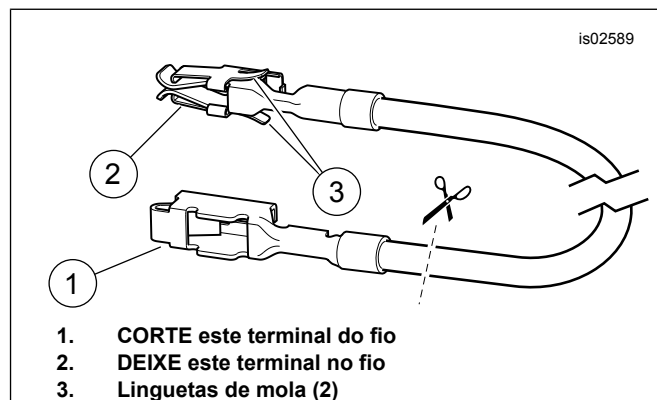

Figura 8. Fio adaptador do bloco de fusíveis (Dyna e Softail)
3. Veja Figura 22. Pegue o fio laranja/branco adaptador do bloco de fusíveis (9) do kit. Observe o terminal em cada extremidade (veja Figura 8). Somente o terminal com linguetas de mola caberá neste bloco de fusíveis. Corte cuidadosamente o terminal não usado do fio e descarte-o.
3. Veja Figura 22. Pegue o fio laranja/branco adaptador do bloco de fusíveis (9) do kit. Observe o terminal em cada extremidade (veja Figura 8 ). Somente o terminal com linguetas de mola caberá neste bloco de fusíveis. Corte cuidadosamente o terminal não usado do fio e descarte-o.